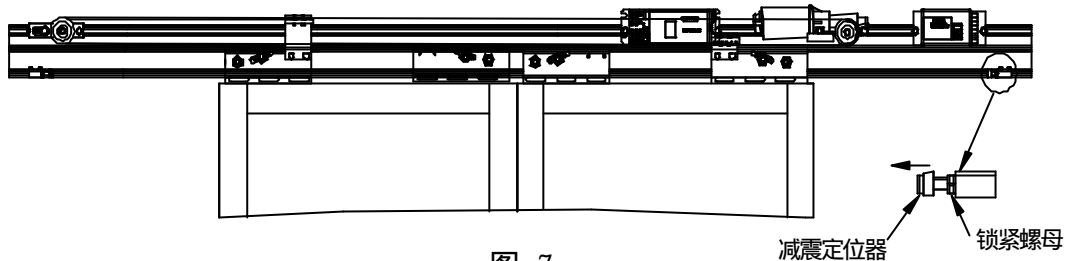

图 7
- G. 可调节左右两个限位挡块上带胶垫的螺栓（减震定位器），确定滑动门扇闭合与开启的精确位置，最后将锁紧螺母紧固（见图 7）；